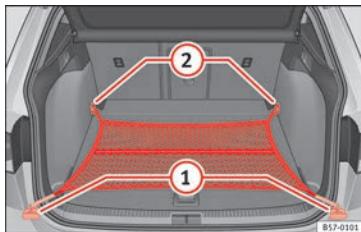

Fig. 156 Dans le coffre à bagages : sac pour filet accroché au niveau du plancher.
- Selon le cas, relevez les œillets d'amarrage avant » fig. 156 (2).
- Fixez les crochets du filet aux œillets d'amarrage (2) » ⚠. La fermeture à glissière du sac doit rester vers le haut.
- Fixez les crochets du filet aux œillets d'amarrage (1).